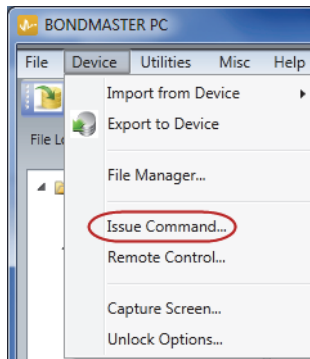

Figure 7-12 Menu Device menu – Option Issue Command
1. Dans le menu **Device** (Appareil), sélectionnez **Issue Command** (Transmettre des commandes) [voir la Figure 7-12 à la page 197].